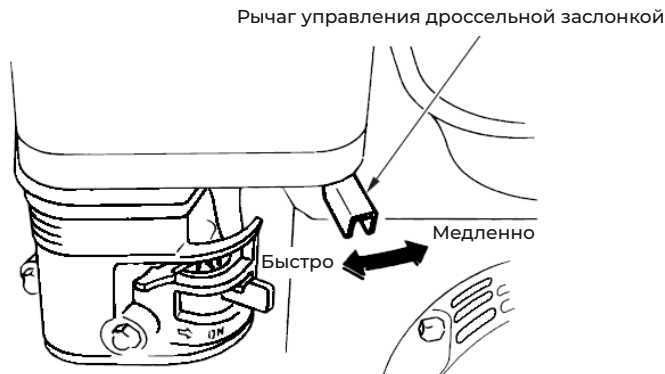

Рис. 21
5.8 Регулировка оборотов двигателя (рис. 21)